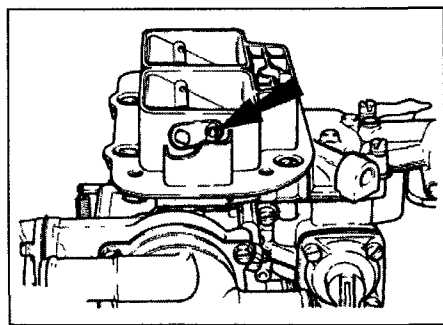

Рис. 3.4 Фиксатор тяги пускового устройства (указан стрелкой)
- 4 Часовой отверткой снимите фиксатор и отсоедините верхнюю тягу пускового устройства от рычага оси воздушных заслонок (рис. 3.4).